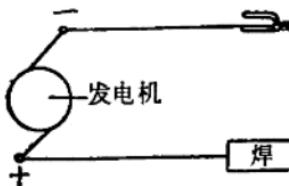

图5. 正极性联接法
**一、直流电的极性。**直流电路中，电流永远向一方向流动，一般将电流流出方向的线为阳极 (+)，他线为阴极 (-)。当用光焊条（裸钢焊条）施焊时，焊件必联阳极，焊条接于阴极，此种联接法谓之正极性联接法（图 5）。